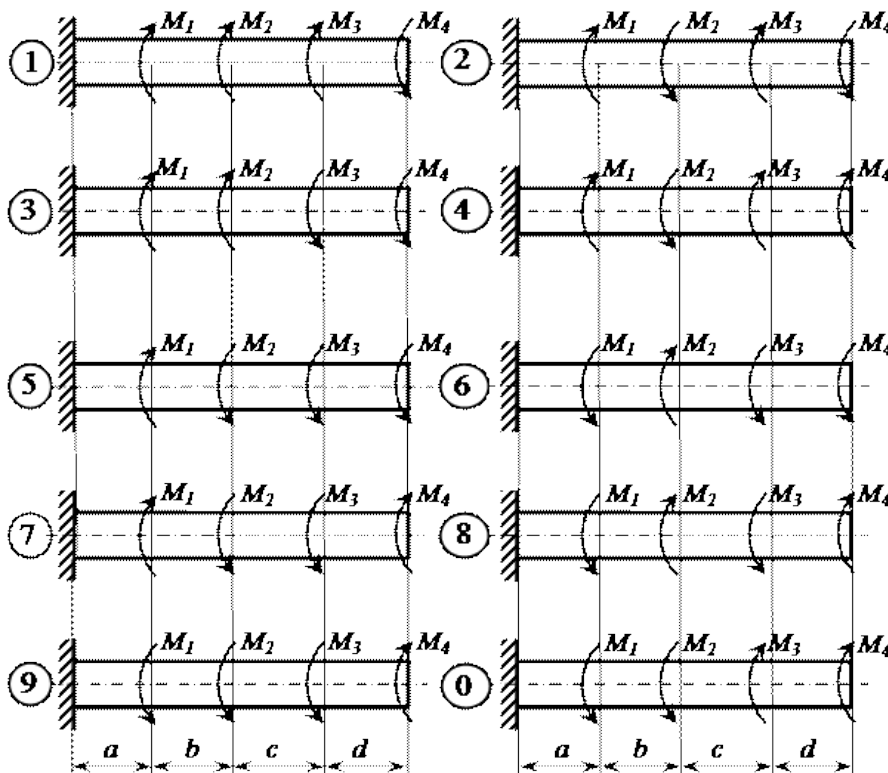

Рисунок 37
1. Жестко заземленный одним концом стальной стержень (модуль сдвига $G = 0,8 \cdot 10^4$ кН/см²) круглого поперечного сечения скручивается четырьмя моментами M_i (рис. 37).